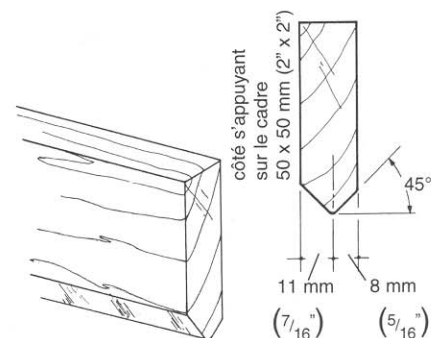

Figure 4.
9. Une fois le carton fixé à un côté de la caisse, il faut le plier à 90°. Pour obtenir un pli net et bien droit, utiliser le bloc-raineur qui peut être fabriqué avec une planche de 25 mm sur 75 mm (1 x 3 po [mesure nominale]) de bois franc (bouleau ou érable) de 1 à 2 m (4 à 6 pi) de longueur, dont un côté porte une arête vive (voir la figure 4).